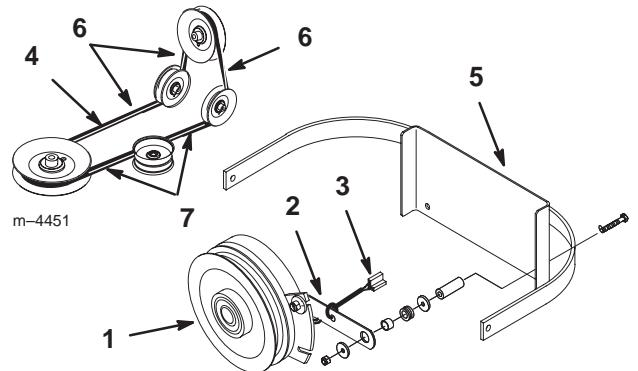

Figure 67
2. Retirez la barrette de retenue de l'embrayage du bâti de la machine et débranchez la borne de l'embrayage du faisceau de câblage (Fig. 67).
3. Déposez la courroie d'entraînement de PdF de l'ensemble bras de tension arrière et poulie de tension avant. Déposez la courroie d'entraînement de PdF (Fig. 67).
4. Installez la courroie d'entraînement neuve sur l'embrayage, autour de la poulie de tension arrière, dans l'ensemble bras de tension arrière, dans l'ensemble poulie de tension avant et sur la poulie centrale supérieure (Fig. 67).
Important Vérifiez le vrillage de la courroie entre les poulies. Il doit être conforme aux spécifications de la Figure 67.
5. Posez la barrette de retenue de l'embrayage et branchez la borne de l'embrayage au faisceau de câblage (Fig. 67).